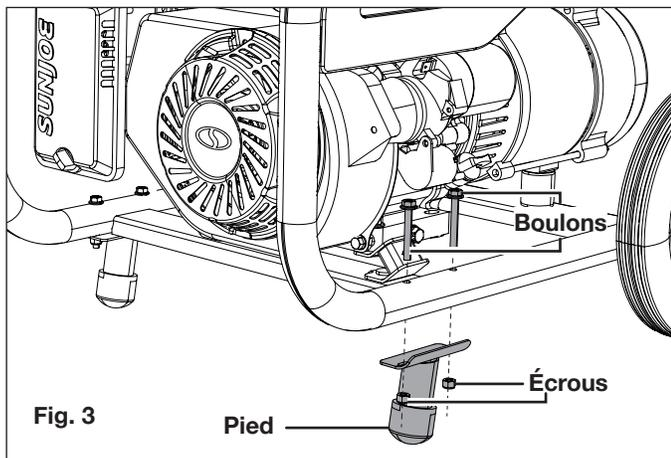

Fig. 3
- Alignez les boulons et les trous sur les pieds avec les trous pratiqués dans l'ossature du générateur. Insérez les boulons à travers les trous en les faisant passer à travers l'ossature. Attachez l'ensemble à l'aide des écrous (Fig. 3).